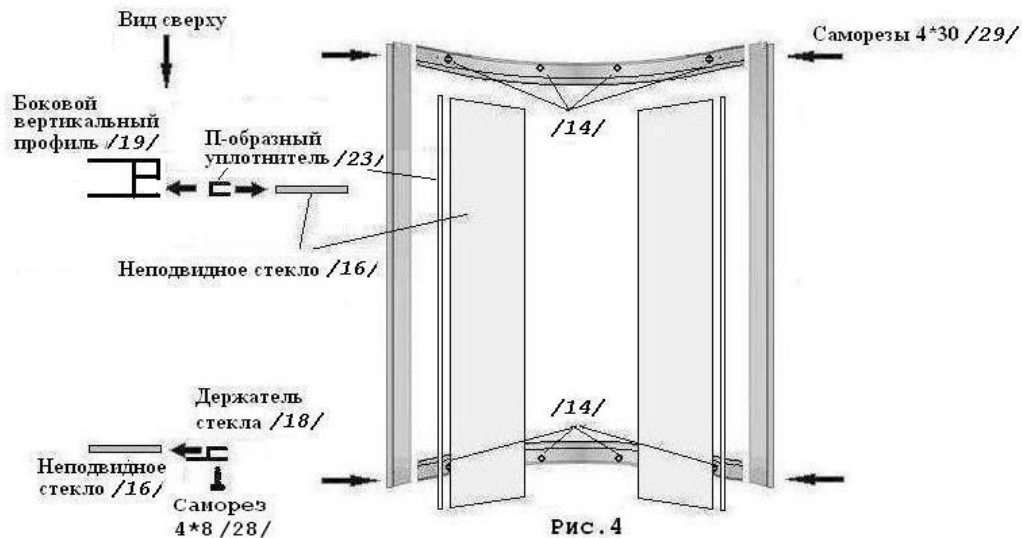

Рис.4
3.4. Сборка фронтальных стенок (рис.4)